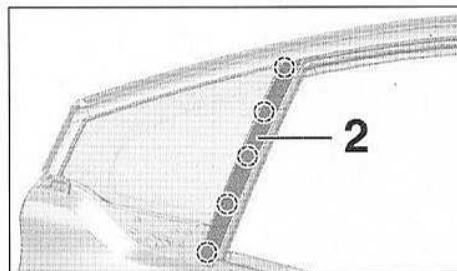

FIG.69
- Dégraffer puis déposer la garniture (2) du montant (Fig.69).